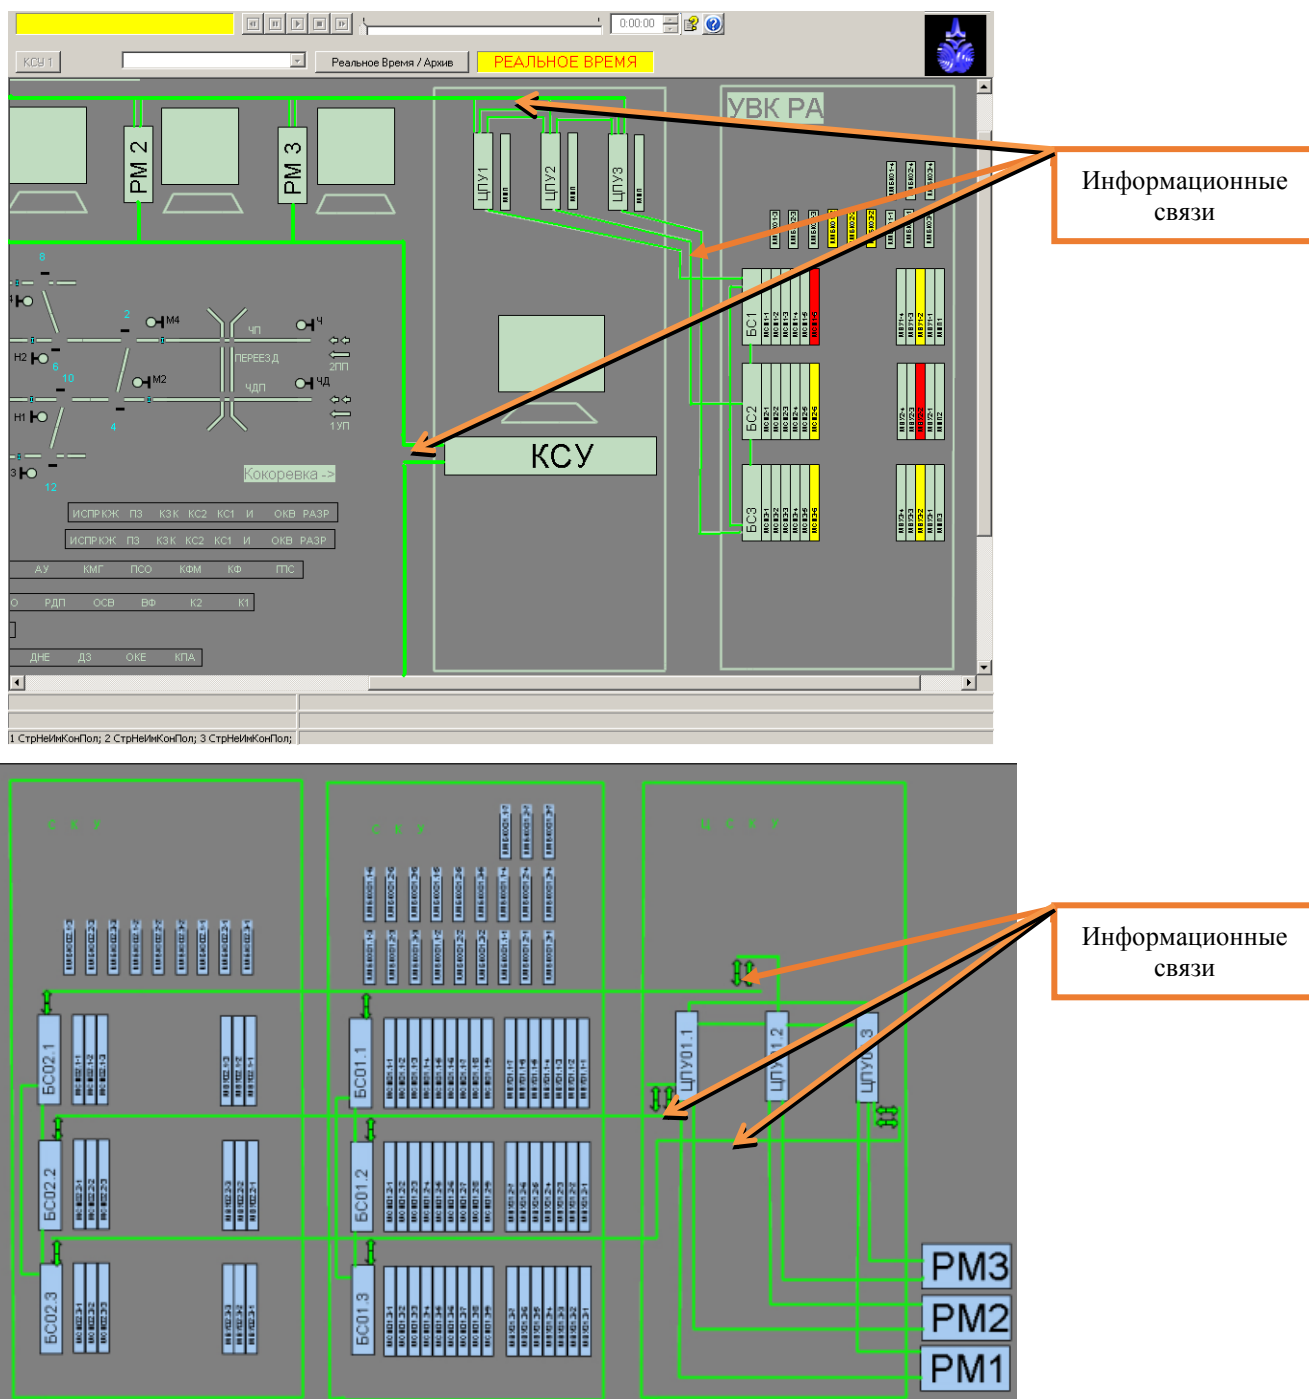

Рисунок 3. Графическая индикация состояния модулей, субблоков и информационных связей.
7.1.5 Проверить на экране монитора АРМ ШН графическую индикацию состояния модулей, субблоков и информационных связей управляющего вычислительного комплекса как с АРМ ДСП, так и с устройствами сопряжения с объектами (Рисунок 3).